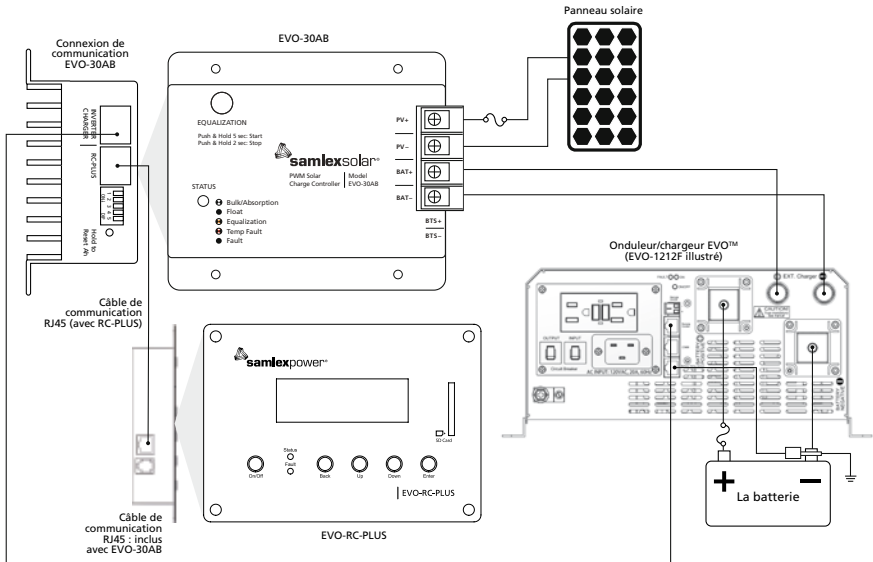

Fig 6.4 Schéma de câblage de l'onduleur/chargeur EVO-30AB avec EVO-RC-PLUS et EVO™
3. Installez l'EVO-30AB comme décrit dans les sections 6.1 à 6.3 de ce manuel, mais en effectuant la connexion de la batterie à la «connexion du chargeur CC externe sur l'onduleur / chargeur EVO™. Voir la figure 6.4 ci-dessous.
5. Connectez le câble de communication entre l'onduleur / chargeur EVO™ et l'EVO-30AB comme le montre la figure 6.4 ci-dessous.
6. Connectez le câble de communication entre le contrôleur de charge et l'EVO-RC-PLUS comme le montre la figure 6.4 ci-dessous.